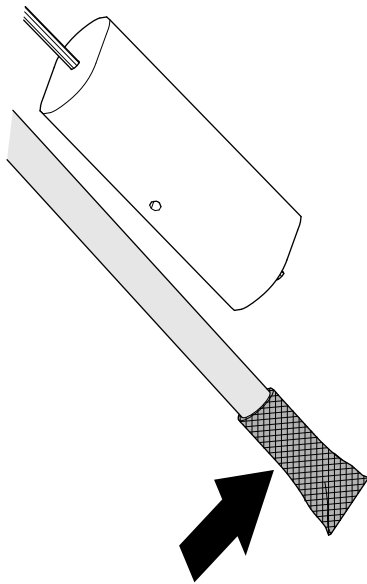

Figura 127
1. Limpie el filtro del extremo del tubo de aspiración de combustible (Figura 127).